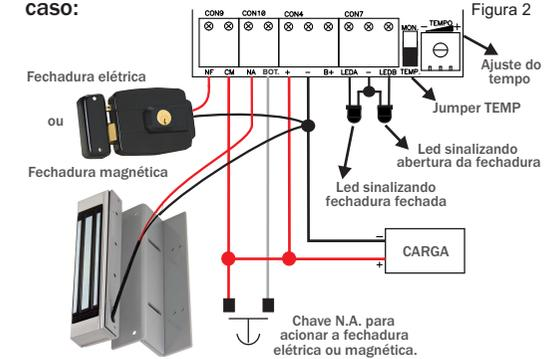

Figura 2
- 4 Sinalização por led (ver Figura 2);
- 7 Comando para fechadura elétrica ou magnética (ver Figura 2);